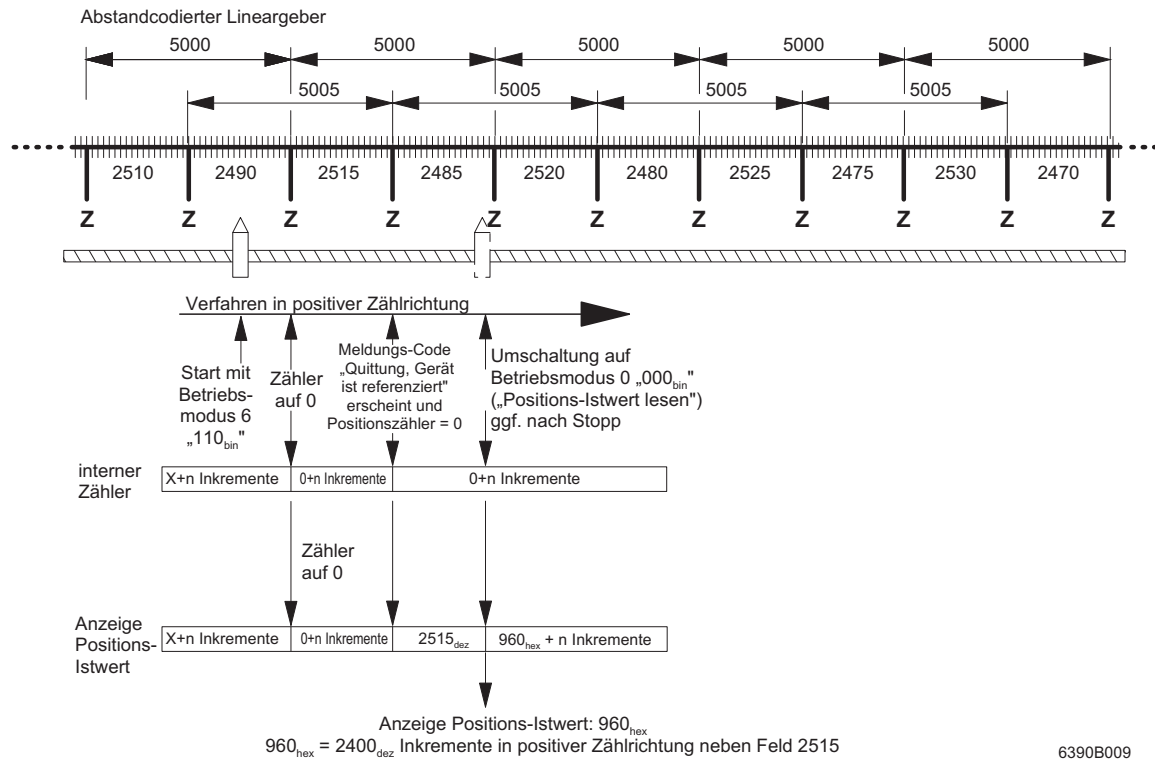
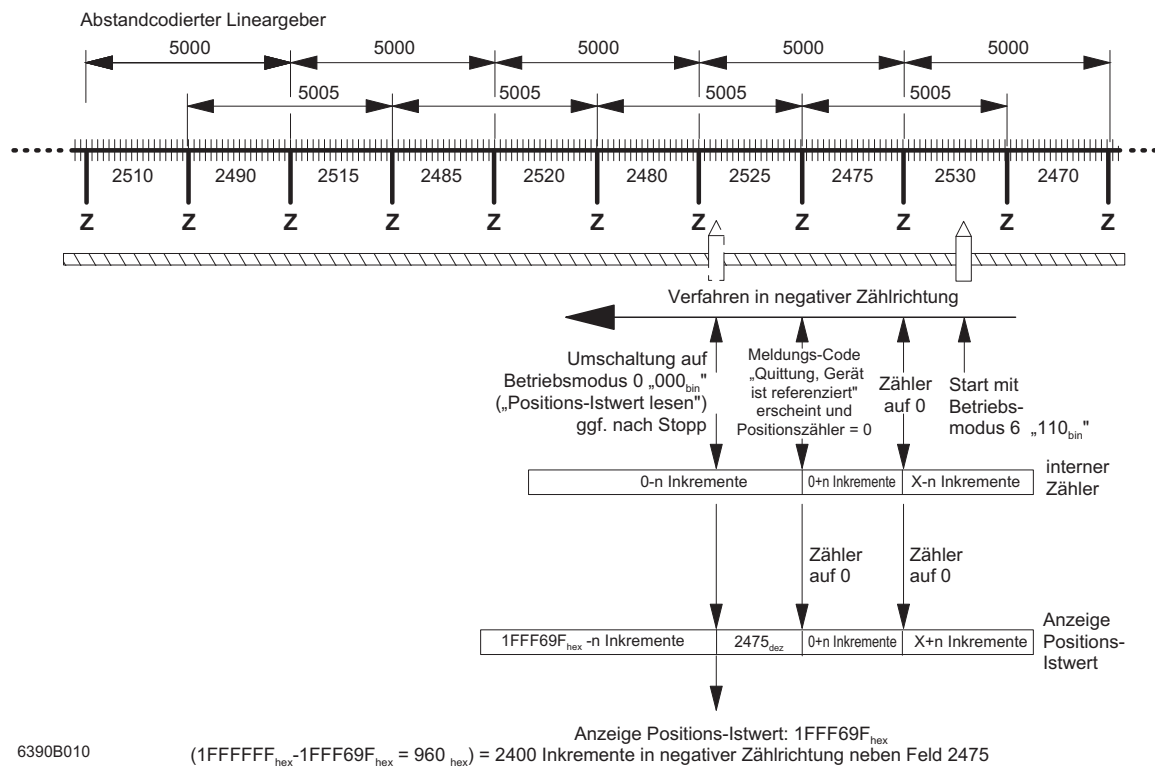

Abb. 5 Beispiel 1: Verfahren in positiver Zählrichtung
Abb. 6 Beispiel 2: Verfahren in negativer Zählrichtung
Der Ablauf ist wie folgt (siehe Abb. 5 und Abb. 6): Die Schlittenposition ist unbekannt, der Schlitten wird mit dem eingestellten Betriebsmodus 6 „110bin“ in eine beliebige Richtung gefahren. Mit Erreichen der ersten Referenzmarke (Z) wird der interne Zähler auf